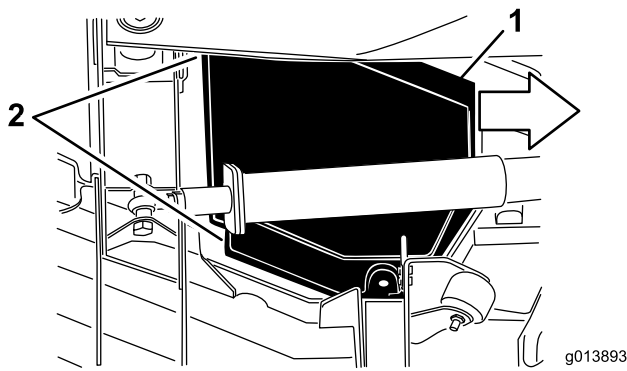

図 48
5. カバーを持ち上げながら、トラクションユニット側に約2.5cmほど引き出すと、外側カバーのエッジがデッキから外れる (図 48)。